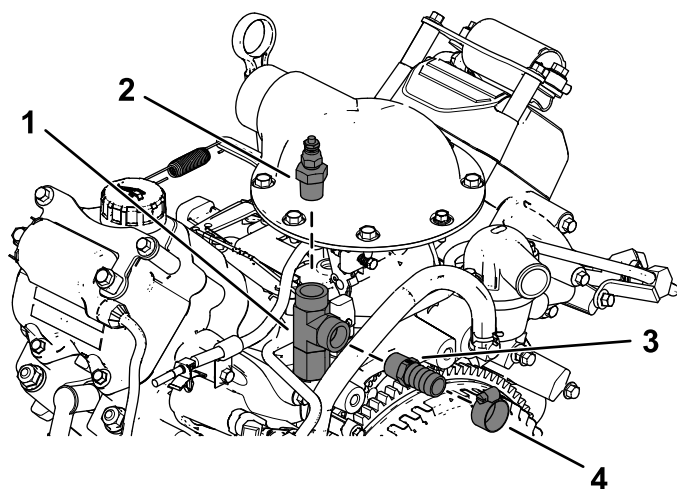

Figura 9
3. Montate il microinterruttore della temperatura e il flessibile ($\frac{3}{8}$ ") e il raccordo dell'adattatore ($\frac{5}{8}$ ") con fascette stringitubo, come illustrato nella Figura 9.